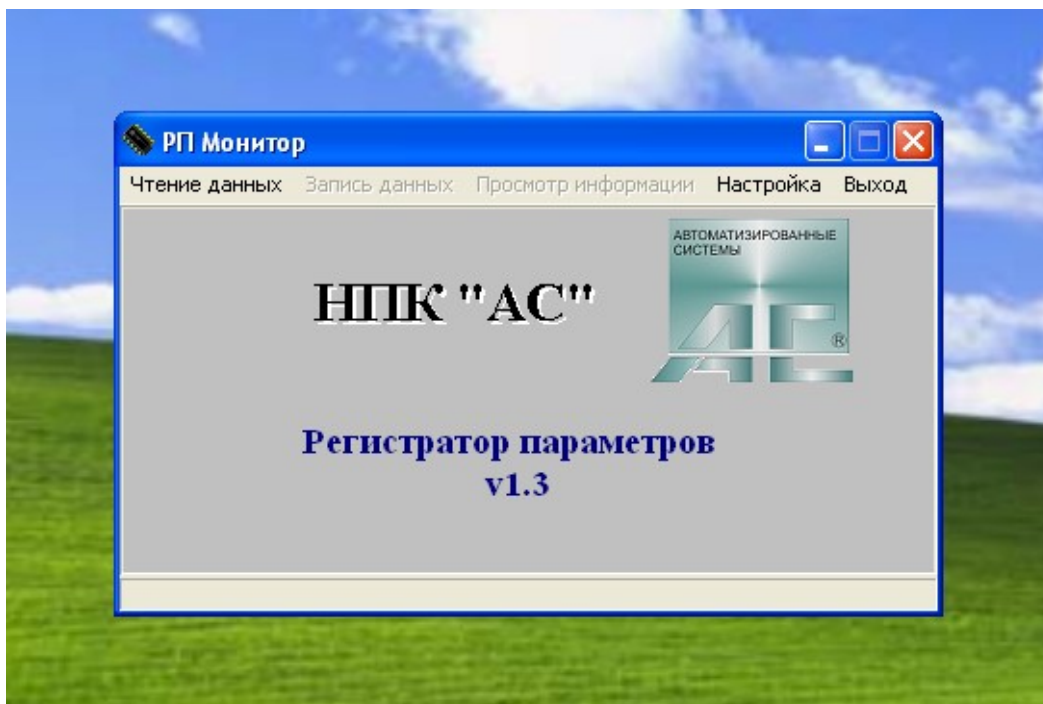

Рис.1. Панель управления
6.3.5. На КПК, ноутбуке или ПК запустить программу "**РП монитор**". На экране монитора появится изображение панели управления, Рис.1.
На появившейся **Главной заставке**, Рис.1, выберите **"Чтение данных"**, **"Считать устройство"**.